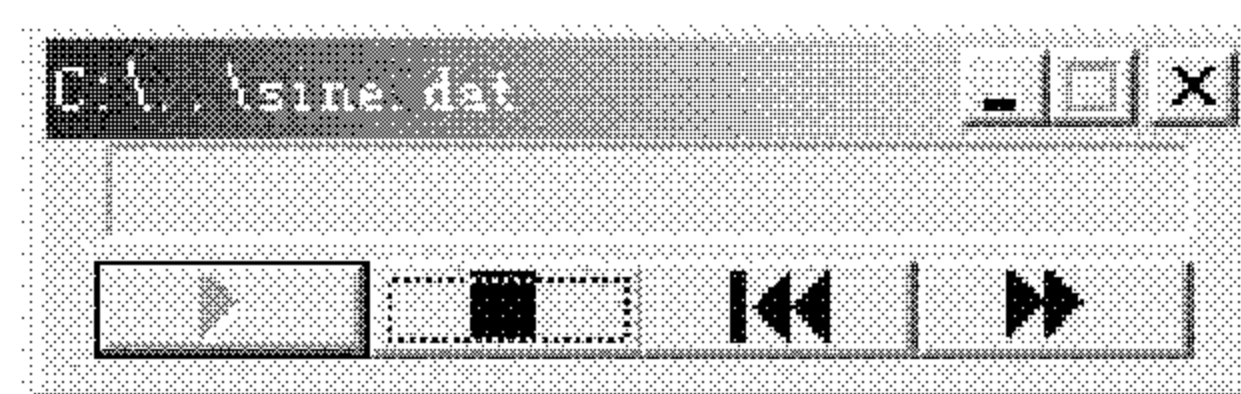

图 3.14 文件数据流控制工具条
(5) 在 File Input(文件输入)面板中点击 Add File，选择输入数据的文件名，并打开此文件，会出现一个文件数据流控制工具条，如图 3.14 所示。